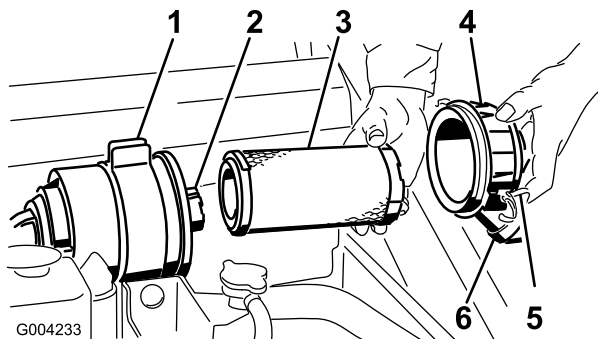

Figura 34
3. Rilasciare i dispositivi di fermo del filtro dell'aria e togliere il coperchio dal corpo del filtro (Figura 34).
6. Estraete con cautela il filtro primario dal corpo del filtro dell'aria (Figura 34). Non urtate il filtro contro il corpo.
9. Se sostituite il filtro di sicurezza, fate scorrere delicatamente il nuovo filtro nel corpo del filtro (Figura 34).
10. Montate con cautela il filtro primario sul filtro di sicurezza (Figura 34). Verificare che sia inserito a fondo, premendo sul bordo esterno del filtro mentre lo si inserisce.
11. Montate il coperchio del filtro dell'aria con il lato contrassegnato UP (alto) rivolto in alto, quindi fissate i dispositivi di fermo (Figura 34).